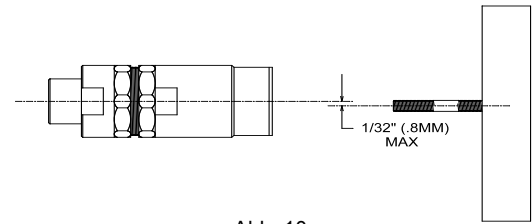

Abb. 10
- Die Führung/Spindel muss präzise auf die Stiftschraube, bzw. das Bohrloch ausgerichtet sein. Eine Ausrichtung, die mehr als 0.8 mm von der zentrischen Mitte abweicht, kann nicht akzeptiert werden (Abbildung 10).
Die Eindrehfutter sind mit einer geringen Rundlaufungenauigkeit konstruiert\*\*. Diese Ungenauigkeit ist gewollt und macht das Eindrehfutter weniger empfindlich gegen ungenaue Führung, bzw. Toleranzen. Die maximal erlaubte Abweichung ist 0.8 mm, siehe Abbildung 10.